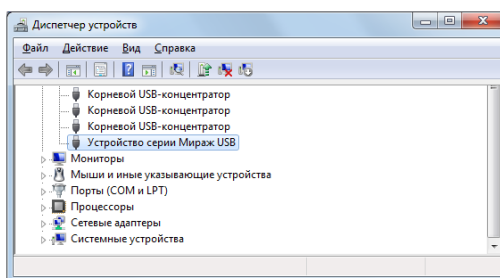

Рис. 5.7. Отображение устройства с установленным USB-драйвером
7. По окончании установки откроется окно с уведомлением о том, что драйвер установлен. Нажмите в нем кнопку *Закреть*. После установки драйвера в окне *Диспетчер устройств* появится строка *Устройство серии Мираж USB* (рис. 5.7).